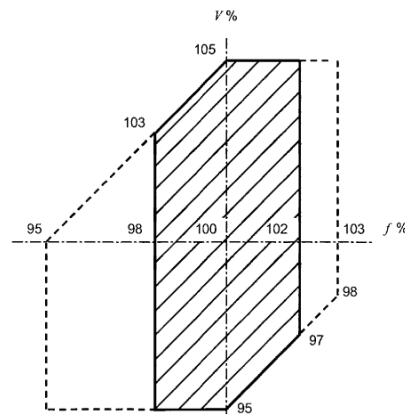

Figura 2.1: Límites de las variaciones de tensión y frecuencia (IEC60034-3)
- Conforme es definido por el área sombreada de la Figura 2.1, el generador deberá ser capaz de suministrar continuamente su potencia nominal, operando en su factor de potencia nominal, con una variación de $\pm 5\%$ de la tensión y de $\pm 2\%$ de la frecuencia. Conforme el punto de operación se distancia de los valores nominales de frecuencia y tensión, la temperatura de los devanados del generador puede aumentar progresivamente;
- Conforme es definido por el límite exterior de la Figura 2.1, el generador también deberá ser capaz de suministrar continuamente su potencia nominal, operando en su factor de potencia nominal, con una variación de $\pm 5\%$ de la tensión y de $+3\%$ y -5% de la frecuencia. Sin embargo, en este caso, la elevación de temperatura será aún mayor que en el caso anterior. De esta forma, para minimizar la reducción del tiempo de vida del generador debido a los efectos de la temperatura, la operación fuera del área sombreada deberá ser limitada en lo que se refiere a la extensión y frecuencia con la que ocurre. La potencia del generador debe ser reducida o debe ser tomada otra medida correctiva.
Los generadores Ex "e" son proyectados para admitir variaciones de la tensión nominal máxima de 5% y de la frecuencia de $\pm 2\%$, conforme la Figura 2.1.